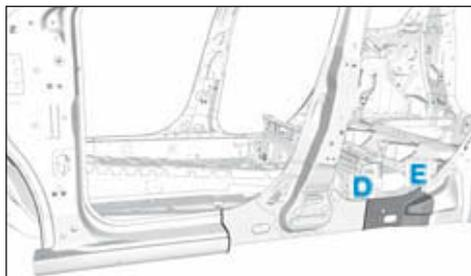

FIG.56
- Respecter les lignes de coupe (D) et (E) (Fig.56).